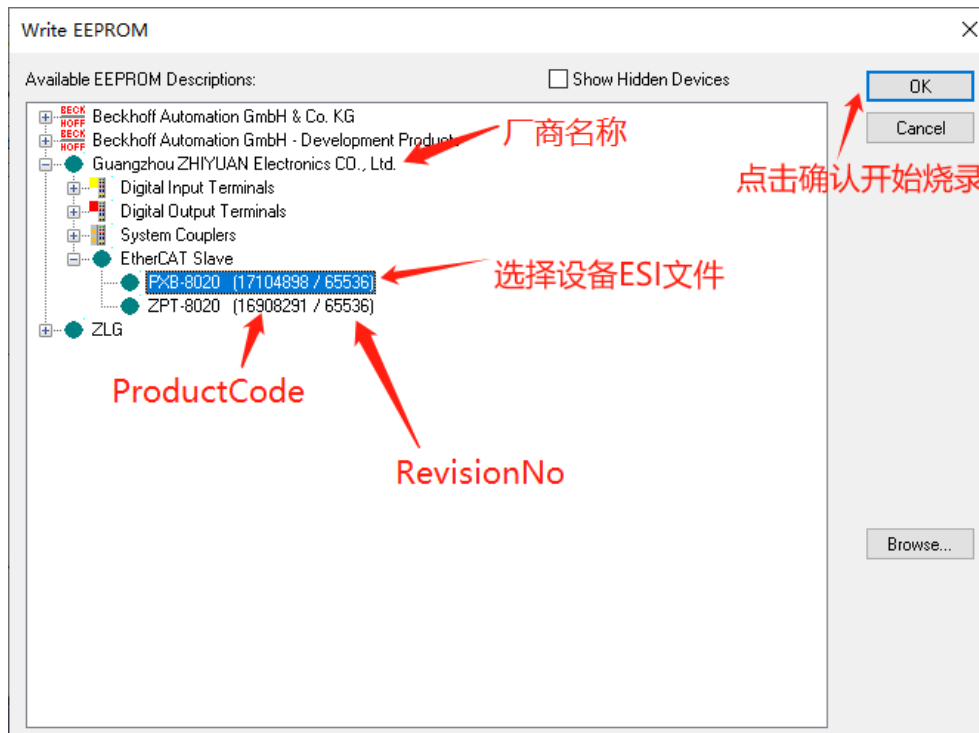

图 7.3 烧录 ESI 文件至 EEPROM
- 3) 跳转至烧录界面, 选中需要烧录的 ESI 文件, 点击 OK 即开始烧录对应的 ESI 文件, 如图 7.3 所示。